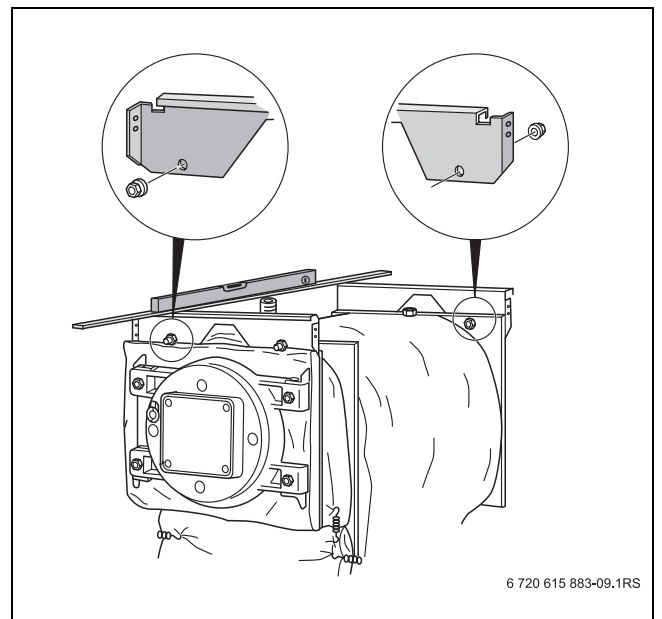

Рис. 10 Установка и крепление передней и задней траверс
- ▶ Наденьте переднюю траверсу (трапециевидным вырезом вниз) двумя отверстиями на шпильки на отопительном котле и закрепите гайками (→ рис. 10).
- ▶ Наденьте заднюю траверсу (трапециевидным вырезом вниз) двумя отверстиями на шпильки на отопительном котле и закрепите гайками (→ рис. 10).
Отбортовки траверс должны быть направлены от котла. Переднюю и заднюю траверсы необходимо выровнять в горизонтальной плоскости (→ рис. 10).